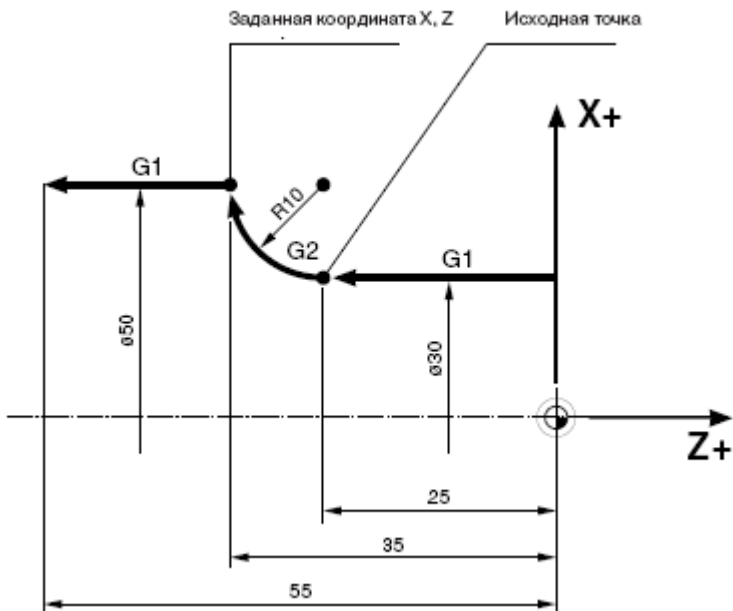

Рис. 2. Контур детали
- Рассмотрим пример программы обработки детали (см. рис. 2).